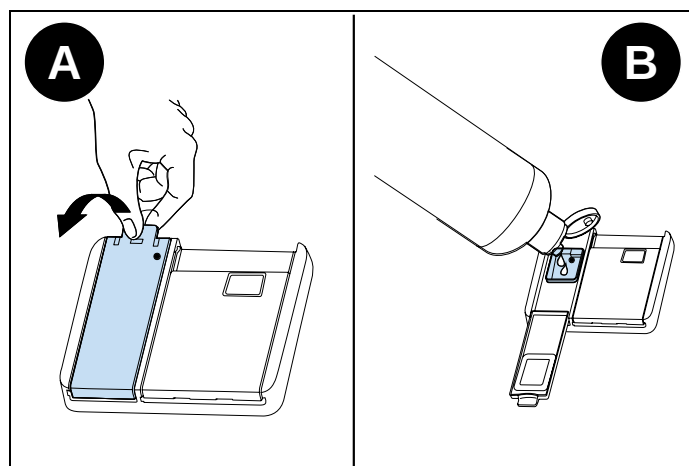

Fig. 58
- 1) Pour remplir le compartiment de liquide de rinçage, ouvrez le bouchon du distributeur de liquide de rinçage (Fig. 58 A)